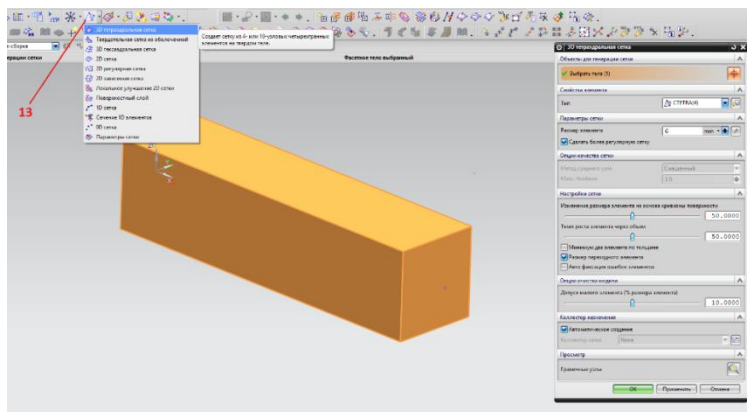

Рисунок 8. Окно настройки для наложений 3D тетраэдральной сетки на модель
Теперь можно приступить к наложению сетки на нашу модель, для этого воспользуемся самой простой сеткой для наложения (рисунок 8). В меню выбора сеток (13) выбрать «3Дтетраэдральная сетка». Выбрать модель. В окне «3Дтетраэдральная сетка» находятся настройки для новой сетки. В разделе «Тип» выбрать «СТЕТРА(4)», в разделе размер элемента ввести 6 (это значит, что размер элементов сетки будет равен 6 мм). Остальные параметры оставить по умолчанию, нажать «ОК».